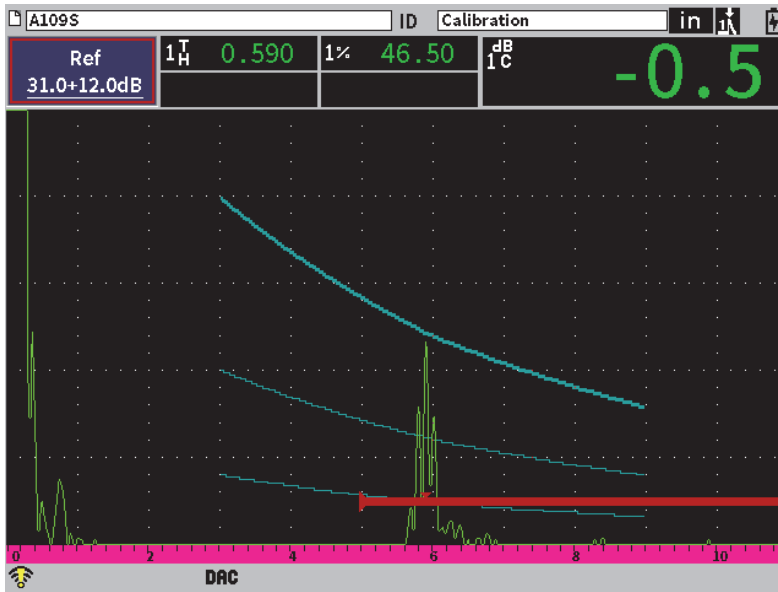

Figura 11-6 Curva DAC concluída
9. Repita as etapas 6, 7 e 8 até concluir a criação da curva (veja Figura 11-6 na página 184).